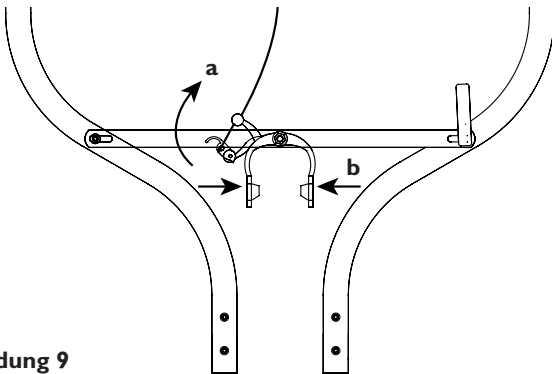

Abbildung 9
1. Schieben Sie hierzu den Schnellentspannhebel (a) in Richtung Anhänger, während Sie die Bremsarme (b) **gleichzeitig** zusammenpressen (s. Abbildung 9).